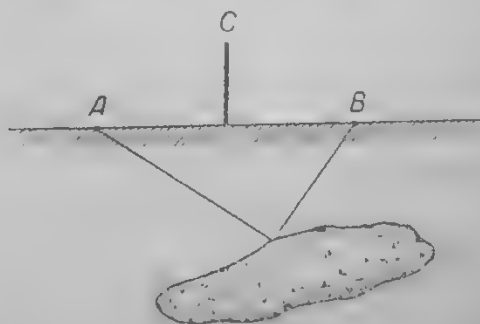

Рис. 1
Весь выпрямитель заключают в металлическую коробку (11), которую обматывают металлической лентой. Коробку (11) соединяют с контактом (10), служащим одним из электродов, (14)—представляет собою изоляцию, (12) цоколь, (13) контакт электрода; (2), (9) имеют то же назначение, что и на рис. 1 (12).
Первые попытки применить радио к выявлению полезных ископаемых были сделаны шведским инженером Трюстедтом. Схема исследования, им предложенная, заключалась в общих чертах в следующем (рис. 1). От передатчика А—во вре-